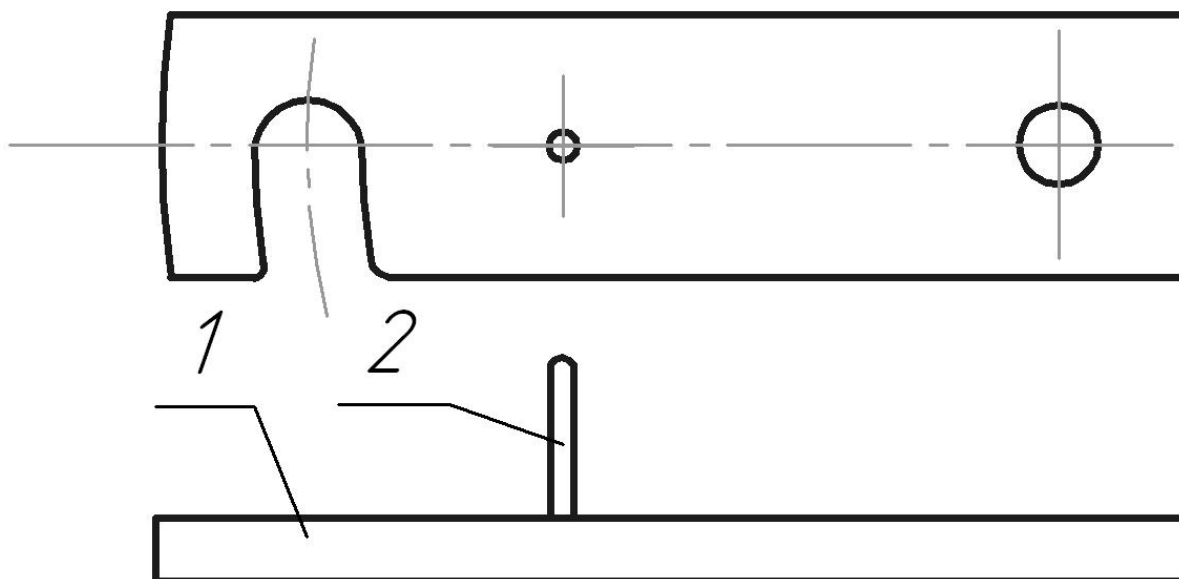

Рис.15. Стопор.
5.2.2. Освободить стопоры (рис.15) согласно п.6.5.3.данной инструкции.